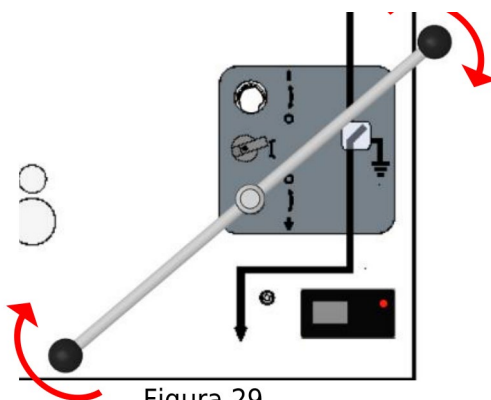

Figura 29
5) Introduceți manivela de acționare în orificiul de acționare a cuțitului de legare la pământ și rotiți-o în sens orar (figura 29) pentru a trece cuțitul de legare la pământ din poziția de separare în poziția legat la pământ (în acest moment, indicatorul de poziție al separatorului/cuțitului de legare la pământ trece de la „figura 30a” la „figura 30b”), apoi scoateți manivela de acționare.